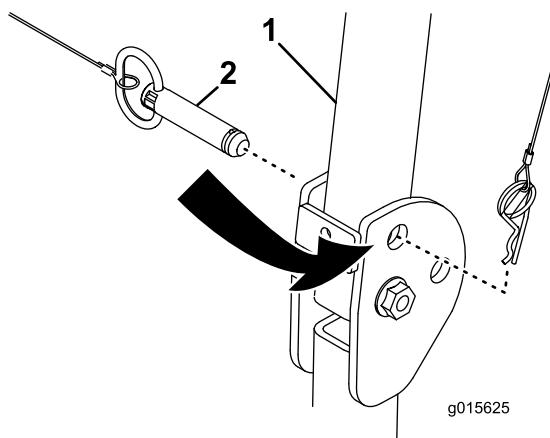

Figura 11
1. Togliete la coppia e il perno che fissano la parte destra del ROPS alla staffa orientabile (Figura 11).